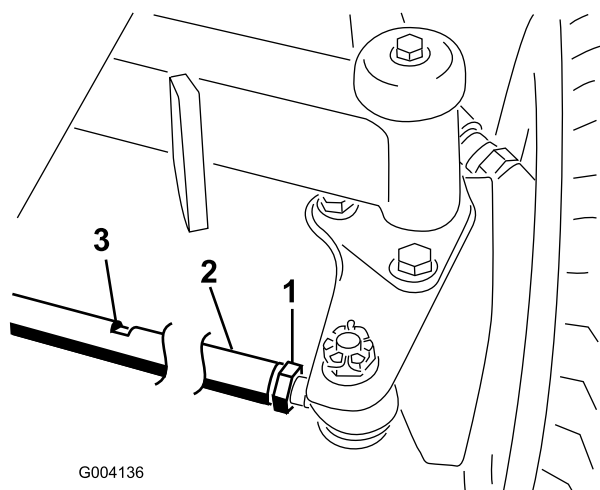

Figura 60
2. Afloje las contratuercas de ambos extremos del tirante (Figura 60).